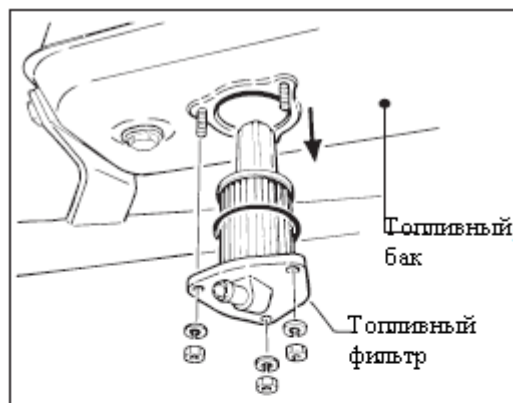

Рис. 7
- *Снимите крышку топливного фильтра и проверьте фильтр (рис. 7).